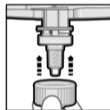
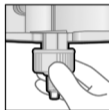

Fig. 3
Fig. 4.1
5. Kur bishti i përzjerjes të jetë në pozicionin e duhur (Fig. 3), shtyjeni unazën e fiksimit Dynamix mbi bishtin e përzjerjes derisa të ndalojë dhe rrotullojeni në drejtim të akrepave të orës (rrotullim $1/4$) derisa të kyçet në një vend. (Fig. 4.1, 4.2 dhe 5)